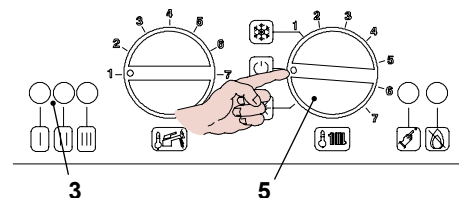

Figura 5.37
- Posizionare il selettore 5 come indicato in Figura 5.37 per uscire dalla programmazione.